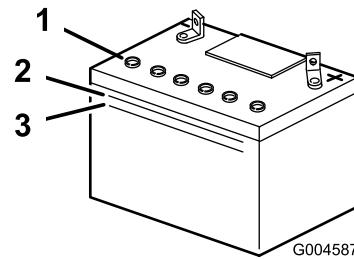

Bild 29
2. Sehen Sie sich die Seite der Batterie an. Der Füllstand muss bis zur oberen Linie reichen (Bild 29).
Hinweis: Der Säurestand darf nicht unter die untere Linie fallen (Bild 29).
3. Entfernen Sie die Entlüftungsdeckel von der Batterie (Bild 29).
4. Gießen Sie langsam destilliertes Wasser in jede Batteriezelle, bis der Säurestand die obere Linie (Bild 29) am Batteriegehäuse erreicht.
5. Warten Sie nach dem Füllen der Batteriezellen fünf bis zehn Minuten. Gießen Sie bei Bedarf destilliertes Wasser in jede Batteriezelle, bis der Säurestand die obere Linie (Bild 29) am Batteriegehäuse erreicht.